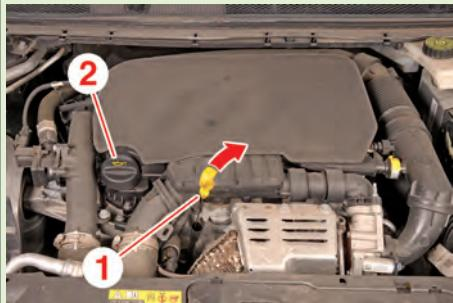

Fig.1
- Lever la jauge de niveau d'huile (1) et déposer le bouchon de remplissage (2) (Fig.1).